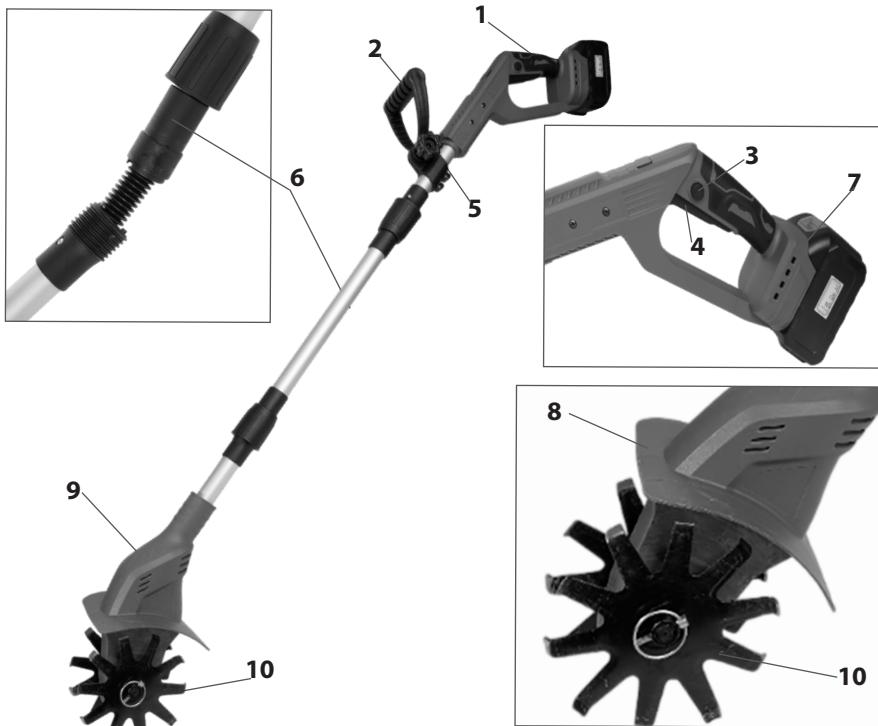

рис.1
6. Общий вид культиватора представлен на рис. 1